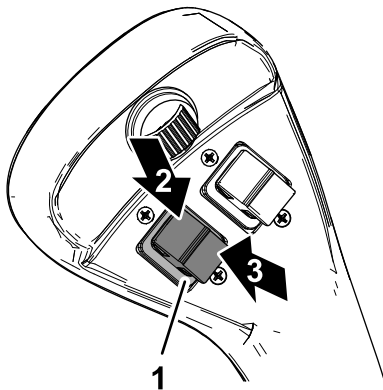

Figura 13
- Presione hacia arriba el interruptor del implemento hidráulico para accionar un implemento hidráulico en la dirección de caudal hidráulico hacia adelante (Figura 13).